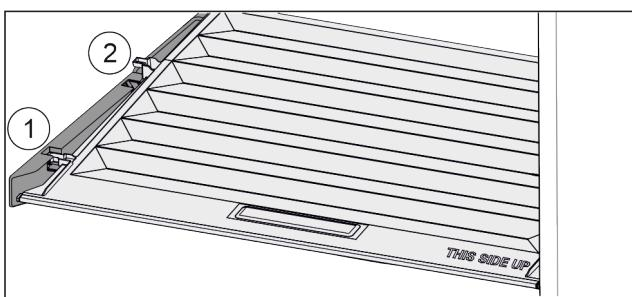

Fig. 115
- Кришку до отвору в деталях для підтримки потягнути вперед Fig. 115 (1).
- Підняти ззаду знізу та вийняти Fig. 115 (2) вгору.